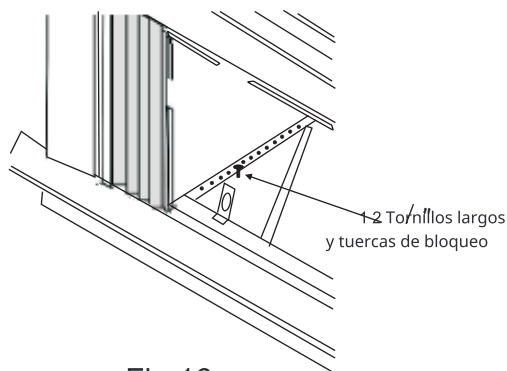

Fig.16
3. Instale los soportes de soporte (con soportes de ángulo de ventana adjuntos) en el agujero correcto en la parte inferior del gabinete como se muestra en la Fig.16. 4. Apriete todos los 6 pernos de forma segura.